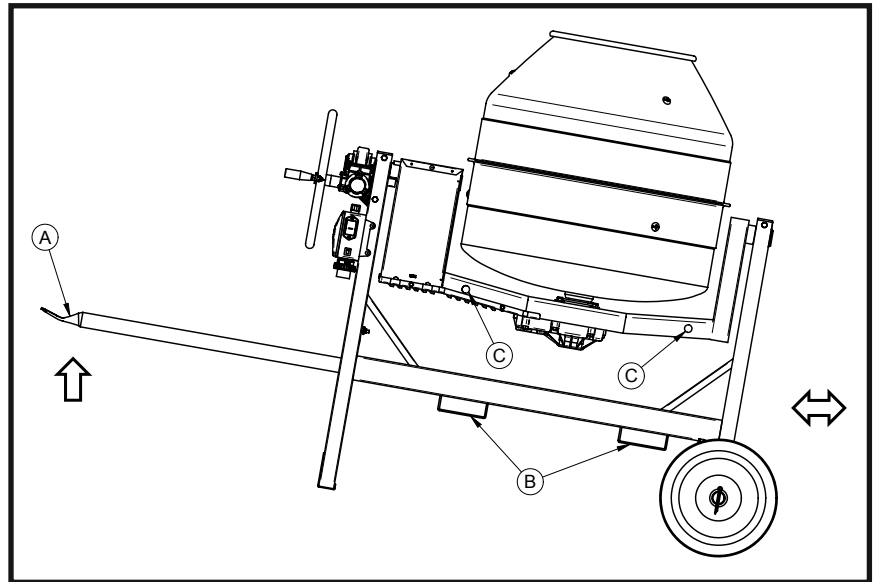

FIG. 3
1. Izar unos centímetros la máquina, introduciendo las horquillas en las sedes específicas (ref.B; fig.3).
2. Extraer la clavija (pos.28, pág.24) y sacar la rueda (ref.29, pág.24).